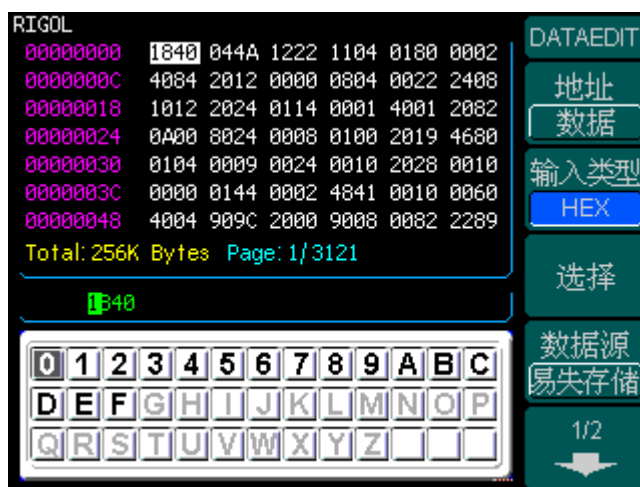

图 2-26 用户数据
**例 1:** 采用 RS232 协议，输出数据长度为 1Byte，数据源为 D1，输出偏移量 Offset=1，其他参数按默认设置，输出图 2-26 中的用户数据。
**例 2:** 采用 PO 协议, 输出数据长度为 4Bytes, 选择输出十六个数据线, 输出偏移量 Offset=0, 其他参数按默认设置, 输出图 2-26 中的用户数据。